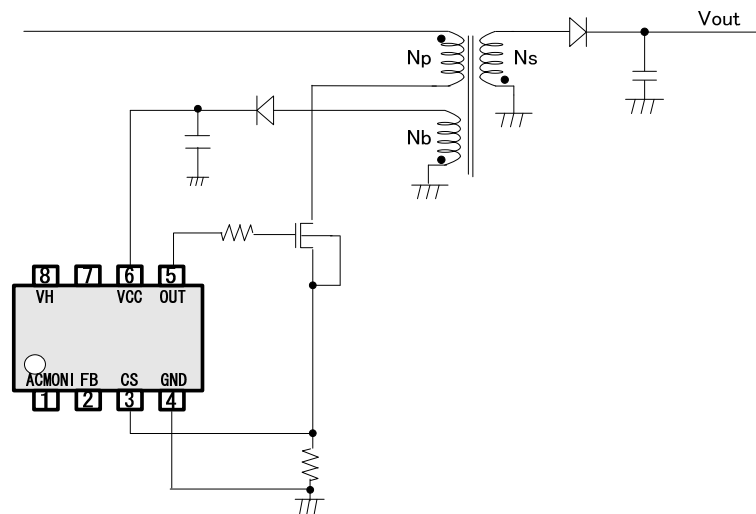

Figure 9 VCCOVP 設定方法
- 参考例として、起動時波形を Figure8 と Figure9 に示します。
VCC 端子を充電して、VCC 端子 $>V_{CHG2}$ に上昇しますと、充電を終了します。この動作を Figure 9 に示します。